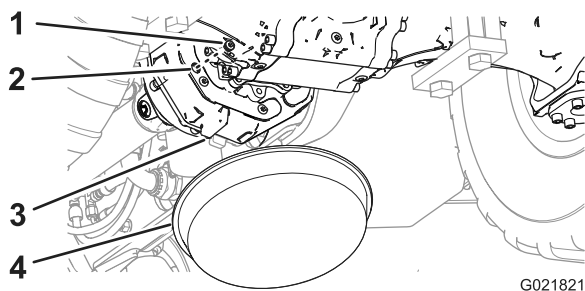

Figure 72
- Placez un bac de vidange sous l'arrière du carter de boîte de vitesses (Figure 72).
- Enlevez le bouchon du regard de la boîte de vitesses (Figure 72).
- Vérifiez par le regard que le niveau d'huile dans la boîte de vitesses atteint le bas du filetage de l'orifice (Figure 72).
- Placez le bouchon dans le regard du carter de boîte de vitesses (Figure 72).